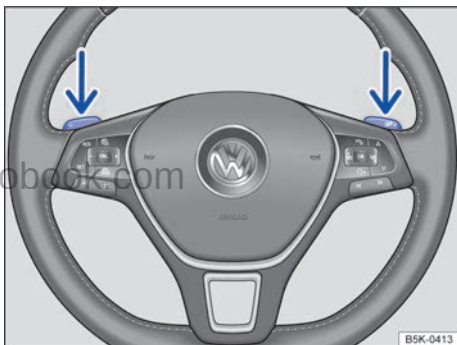

图 111 配有两个 Tiptronic 换挡程序翘板开关的方向盘
- 变速杆位于位置 D 或 S 或在 Tiptronic 换挡槽板内时，用方向盘上的翘板开关切换速档 ⇒ 图 111（箭头所示）。